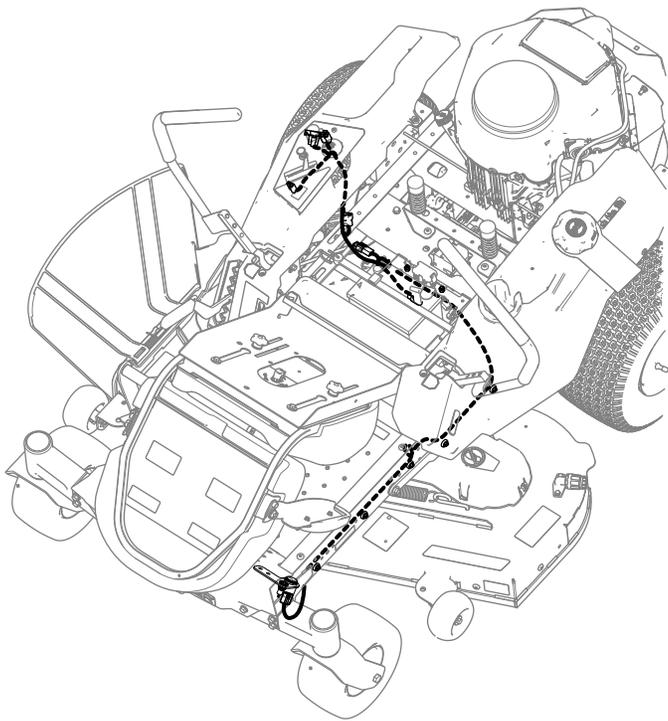

Figura 12
1. Enrute el arnés de cables por debajo del travesaño, por debajo del depósito de combustible, y por el larguero izquierdo del bastidor hasta el soporte (Figura 12). Utilice los imanes para sujetar el arnés de cables a la máquina, lejos de las piezas en movimiento.